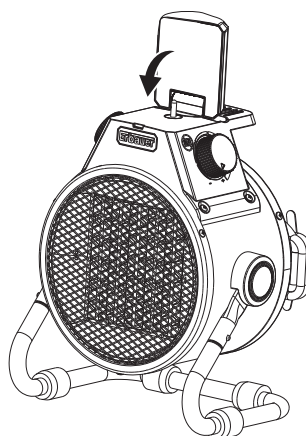

Figura 4
3. Repoziționează lumina în mijlocul bazei și, pentru a o stinge, închide complet clapeta, ca în figura 4.